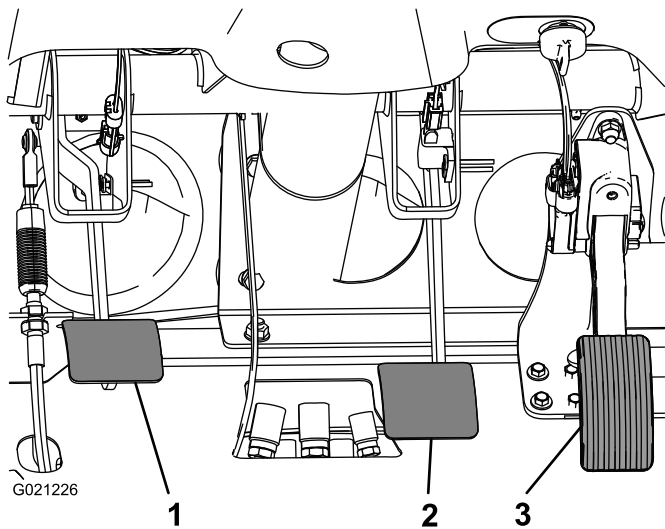

Bild 65
2. Heben Sie das Bremspedal an (Bild 65), bis es den Rahmen berührt.
3. Lösen Sie die Sicherungsmuttern, mit denen das Joch an der Hauptzylinderwelle befestigt ist (Bild 65).